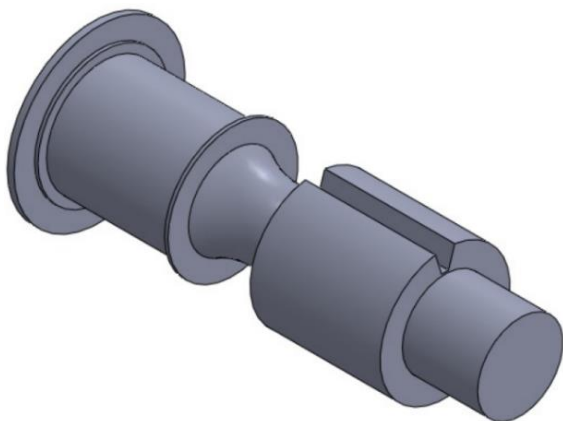

Рисунок 6.49 – Модель після створення елемента вирізу
- б) Створіть елемент вирізу (рис. 6.49).